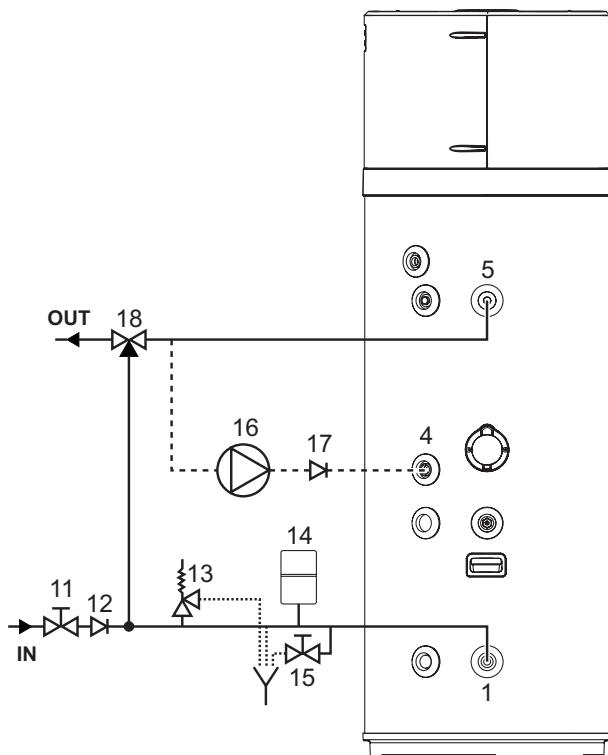

fig. 17 - Esempio impianto idrico
La figura che segue (fig. 17) illustra un esempio di collegamento idraulico.
#### Legenda (fig. 17)
**ATTENZIONE!:** La pompa di calore per la produzione di acqua calda sanitaria è in grado di riscaldare l'acqua ad oltre 60°C. Per questo motivo, a protezione delle ustioni, è necessario installare un dispositivo termostatico di miscelazione automatica nella tubazione acqua calda (fig. 17).